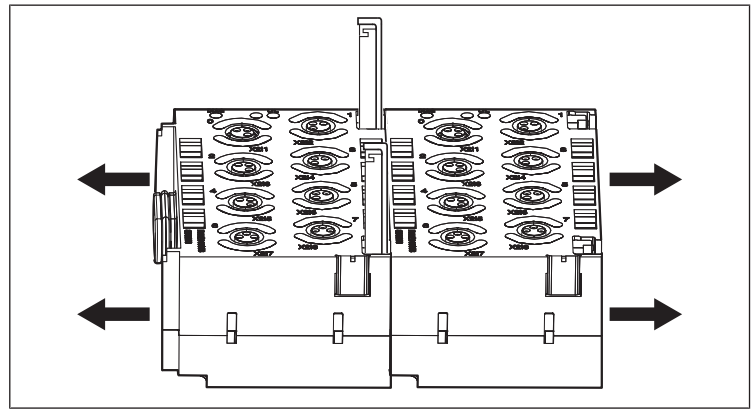

Abb. 7: Module trennen
- Ziehen Sie alle Komponenten nach links weg, bis diese nicht mehr verbunden sind (siehe Abb. 7: Module trennen).